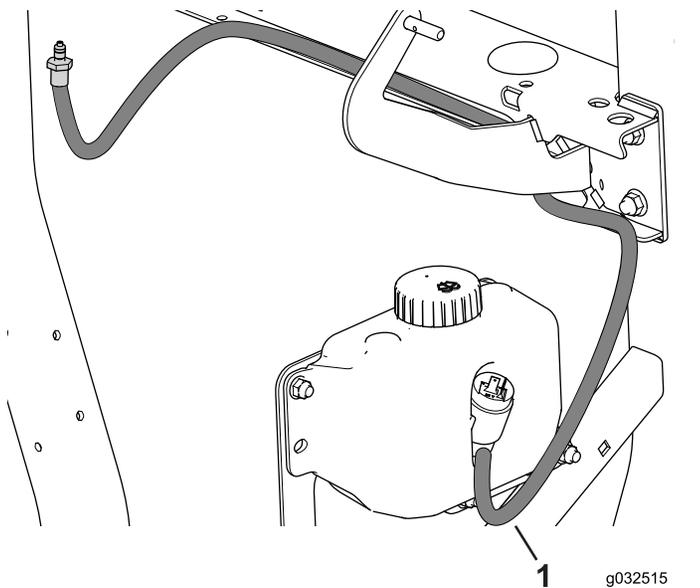

Figura 35
5. Collegate il tubo di lavaggio al serbatoio di lavaggio e fissatelo al telaio con fascette per cavi (Figura 35).